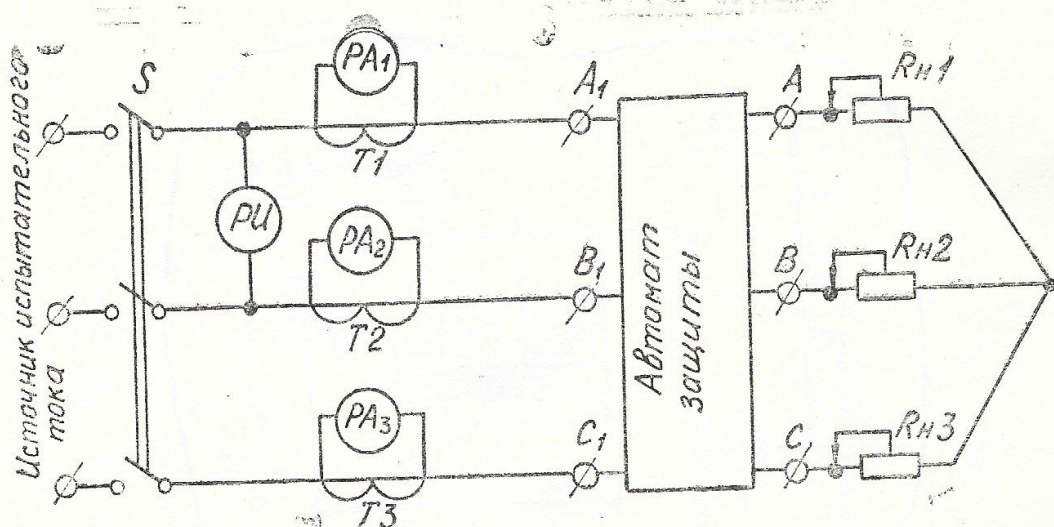

Рис. 6. Схема принципиальная испытаний автоматов на трехфазном переменном токе:
4.3. Перед установкой на объект автомат тщательно осмотреть для выявления повреждений, которые могли возникнуть при небрежном транспортировании и распаковке, проверить автомат на работоспособность по схеме принципиальной испытаний автоматов, приведенной на рис. 6. Автомат проверяется по следующим параметрам:
ПРИМЕЧАНИЯ: 1. Проверку автоматов по п. 6.5. на трехфазном переменном токе напряжением 36 В или 220 В частоты 400 Гц проводите по схеме принципиальной испытаний автоматов, приведенной на рис. 6.